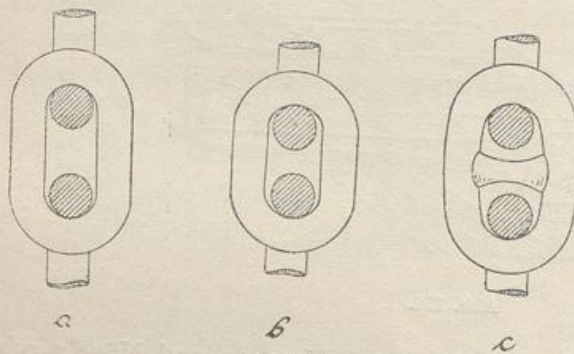

Abb. 140.
**10. Ketten.** Sie können Glieder- oder Gelenkketten sein. Die gewöhnlichen Gliederketten (Schiffs- oder Kranenketten, Abb. 140) bestehen aus einzelnen Gliedern (Schaken). Siehe *a* und *b* (*a* ist die langgliedrige und *b* die kurzgliedrige Kette). Um das Ausrecken der Glieder bei starkem Zuge zu verhindern, hat man in jedem Gliede einen Quersteg angebracht. Diese Ketten, welche bei der Marine vielfach in Gebrauch sind, heißen dann Stegketten (Abb. 140, siehe *c*). Gelenkketten bestehen aus Flacheisen (Laschen), welche durch Bolzen zu einer Kette verbunden werden, z. B. die Ketten der Eimerkettenbagger.
Abb. 140 a.